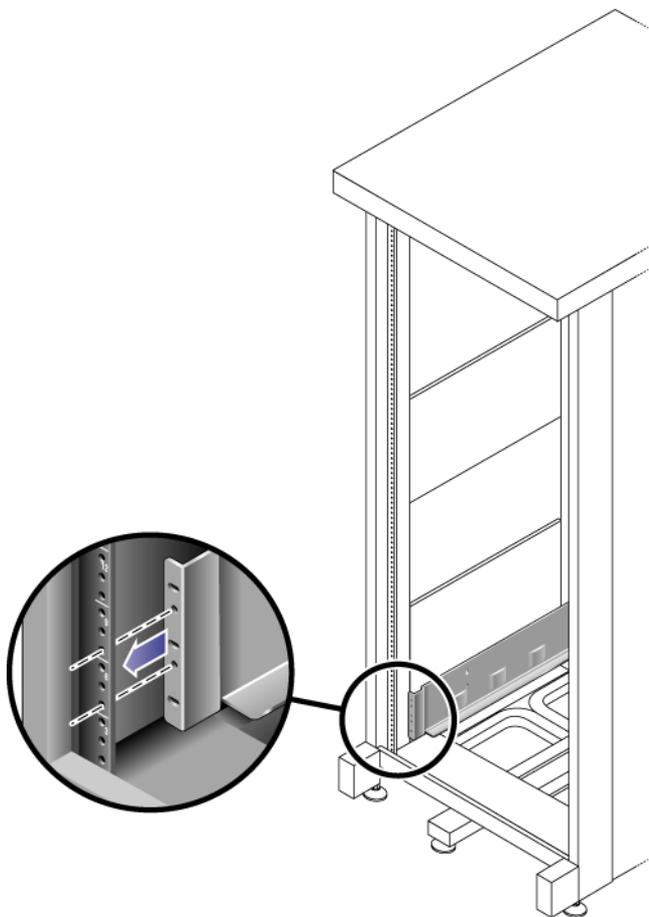

図 2-2 左側レール正面の、左正面側のキャビネットレール背後への配置
1. 左側レールの正面側を、左正面側のキャビネットレールの背後に向けて配置します (図 2-2)。